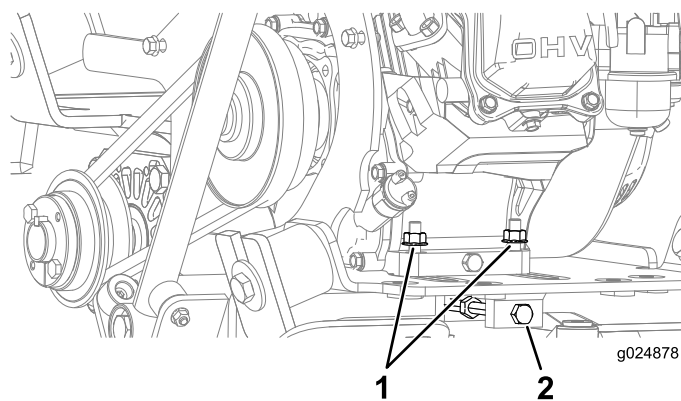

Figure 28
3. Desserrez les 2 écrous à embase (8 mm [5/16 po]) qui fixent l'arrière du moteur (Figure 28).
4. Desserrez l'écrou de blocage et tournez le boulon de tension dans le sens horaire pour tendre la courroie, ou dans le sens antihoraire pour détendre la courroie (Figure 28).
8. Serrez les 2 écrous à embase (8 mm [5/16 po]) qui fixent l'arrière du moteur à un couple de 23 à 29 N·m (17 à 21 pi·lb), comme montré à la Figure 28.